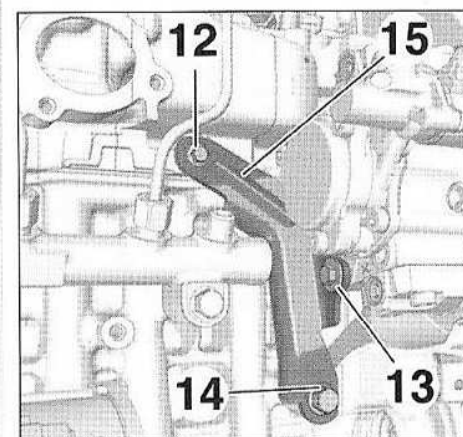

FIG.40
- les vis (12), (13) et (14) (Fig.40),
- le support arrière (15) de la pompe haute pression,
- Approcher les vis du support arrière de la pompe puis les serrer dans l'ordre suivant (Fig.40) :
- vis (14),
- vis (13),
- vis (12).
- Approcher à la main les raccords (7) de la canalisation haute pression (8).